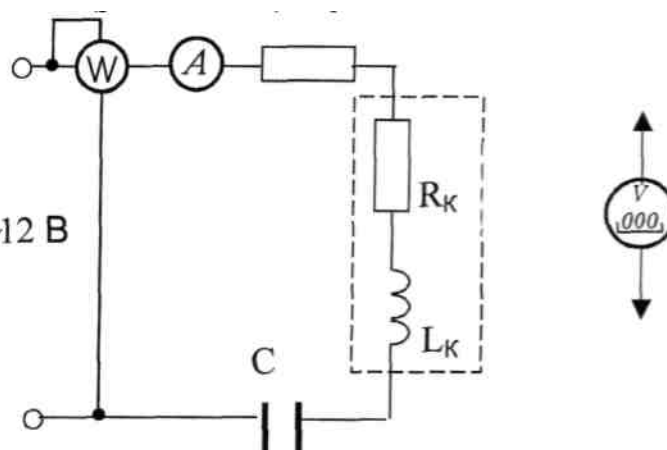

Рис. 1.4.4.
3.2. Собрать электрическую цепь (рис. 1.4.4), установив заданные преподавателем значений сопротивления резистора и емкости конденсатора. Подключить собранную цепь к источнику питания ~ 12 В (модуль питания).